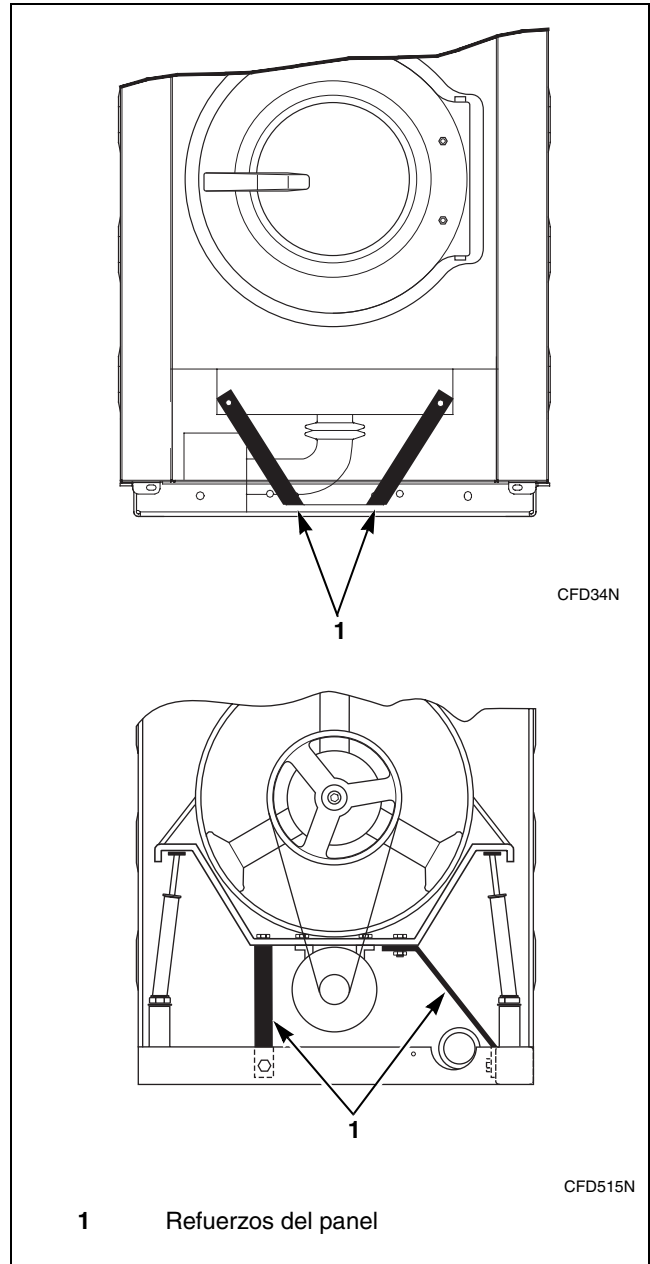

Figura 5
4. Retire los refuerzos del panel. Consulte la *Figura 5*.
IMPORTANTE: NO retire las abrazaderas del panel. Pueden estar situados ya sea en la parte delantera, lateral o trasera de la máquina. Consulte la *Figura 5*.